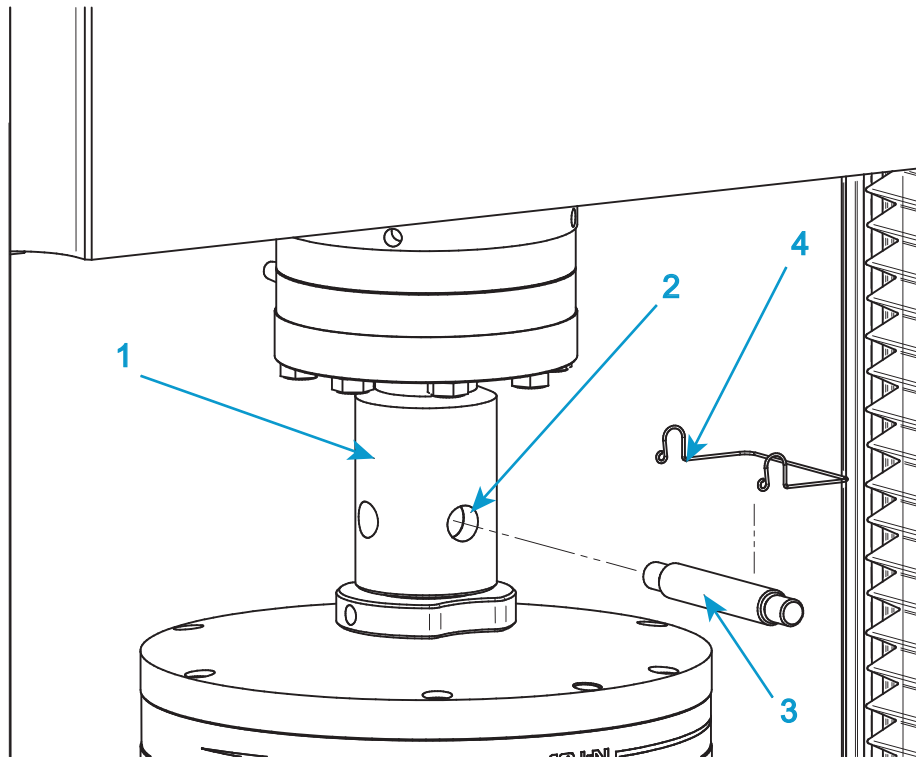

Figure 20. Installation de mâchoire classique
Consultez Figure 20 à la page 97 lorsque vous suivez cette procédure.
1. Pour la mâchoire supérieure, insérez l'adaptateur de la mâchoire dans le connecteur femelle à broche (1 dans la Figure 20) de l'adaptateur de capteur de force.
2. Alignez les trous de broche (2 dans la Figure 20) et insérez la broche (3 dans la Figure 20) par les trous.
3. Fixez la broche en position par la goupille de broche (4 dans la Figure 20).